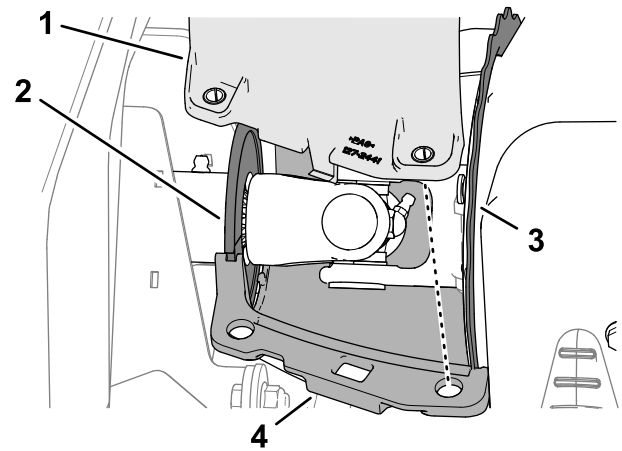

Figure 67
1. Alignez les rainures en haut et en bas des coquilles d'air de refroidissement de l'alternateur sur le joint brosse de l'arbre d'entraînement et la bride du couvercle de l'alternateur (Figure 67).